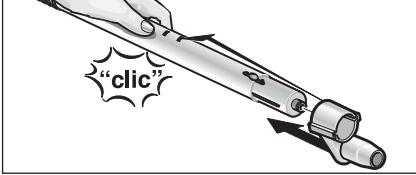

Рис. 4: приєднання паркового гака
- Надягніть парковий гак (G4) на нижню подовжувальну трубку так, щоб він закріпився у фіксаторі (G2) (див. рис. 4).